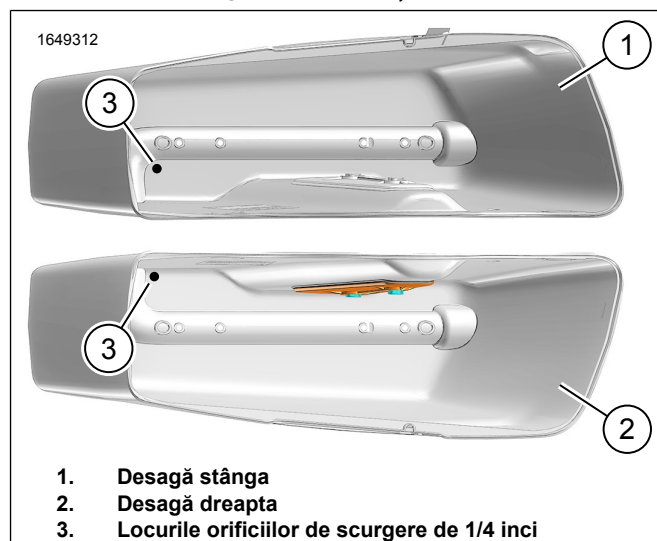

Figura 10. Plasarea orificiului de drenaj
- d. A se vedea figura 10. **Găuri de drenaj:** Forajați două orificii de drenaj de 1/4 inci (3) într-un loc aproximativ.